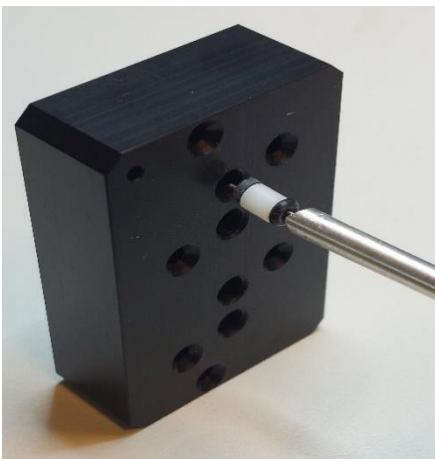

Figure 8
3. Insérez le mandrin avec les composants dans l'alésage correspondant de l'unité de vanne (voir Figure 8).
4. Saisissez le code 2 0 0 8 à l'aide des roues codeuses et appuyez dans le coin supérieur gauche de l'écran (voir Figure 8).